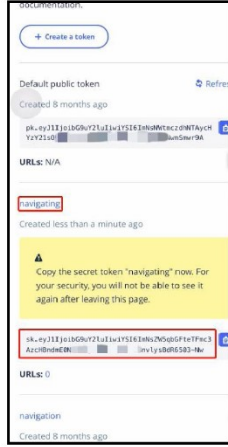

Figura 6
2.7 Puede encontrar el token creado en la parte inferior de la página, pero no aparecerá en la página la próxima vez que inicie sesión, por lo que debe tener cuidado al guardarlo (Ver Figura 6).